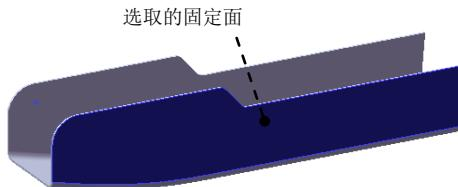

图 12.4.8 选取的固定面
② 定义抽壳参数。在 **参数(P)** 区域的  文本框中输入厚度值 0.5。
(3) 单击  按钮，完成抽壳 1 的创建。
Step6. 将零件转换为钣金零件（图 12.4.8）。
(1) 选择命令。选择下拉菜单 **插入(I)** → **钣金(B)** →  **折弯(B)...** 命令（或单击“钣金”工具栏上的“折弯”按钮 ）。
(2) 定义钣金折弯参数属性。
① 定义折弯参数。选取图 12.4.8 所示的表面为“固定的面”。在 **折弯参数(B)** 区域的  文本框中输入折弯半径值 0.1。
② 定义钣金折弯系数。在 **折弯系数(A)** 区域的文本框中选择 **K 因子**，把文本框 **K** 的因子系数改为 0.4。
③ 定义钣金自动切释放槽类型。在 **自动切释放槽(T)** 区域的文本框中选择 **矩形**，选中 **使用释放槽比例(A)** 复选框，在 **比例(D):** 文本框中输入比例系数 0.5。
(4) 单击  按钮，完成“零件转换为钣金零件”的转换。